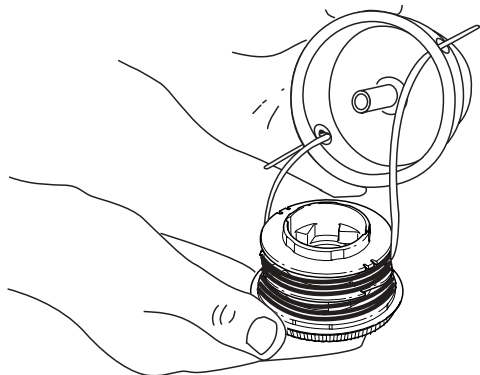

Fig. 25
3. Insérez les extrémités du fil du moulinet intérieur neuf dans les œillets de la bobine extérieure (Fig. 25). Enfoncez le moulinet intérieur neuf, flèche vers le haut, dans la bobine extérieure.